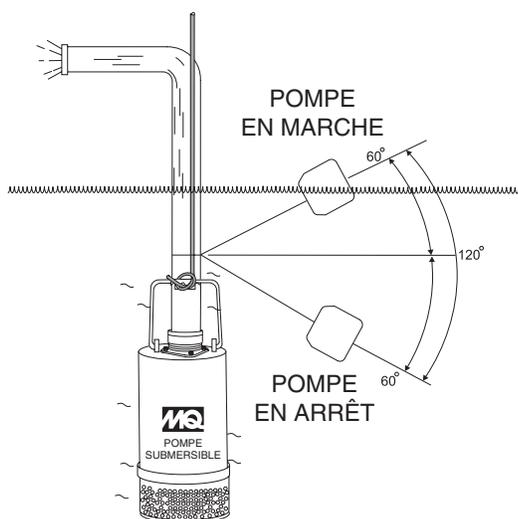
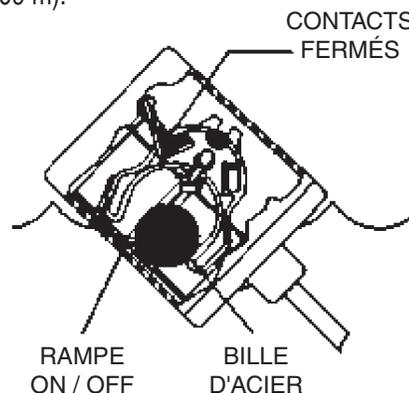
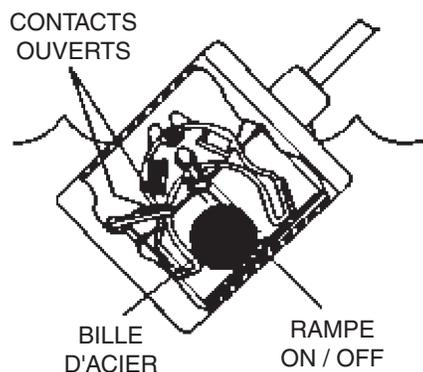

Figure 5. Plage de pompage (interrupteur à flotteur)
Figure 6. Interrupteur à flotteur (fermé)
Figure 7. Interrupteur à flotteur (ouvert)
La commande mécanique de l'interrupteur à flotteur s'active (fermeture) lorsque le flotteur bascule à 45° au-dessus de l'horizontale, indiquant un niveau élevé, et s'éteint (ouverte) lorsque l'interrupteur à flotteur s'abaisse de 45° sous l'horizontale. Consulter Figure 6 et Figure 7 La plage de pompage maximale est de 120 degrés. Voir Figure 5 ci-dessous.
1. Déterminer la longueur requise du **cordon de retenue** comme indiqué dans Figure 5 et le Tableau 3.
- Retirer le boîtier du connecteur d'entrée de l'interrupteur à flotteur, puis faire passer les fils de l'interrupteur à flotteur dans le presse-étoupe du boîtier de commande. Raccorder les fils de l'interrupteur à flotteur au bornier comme indiqué par le Tableau 5 et les Figures 7, 8, et 9.